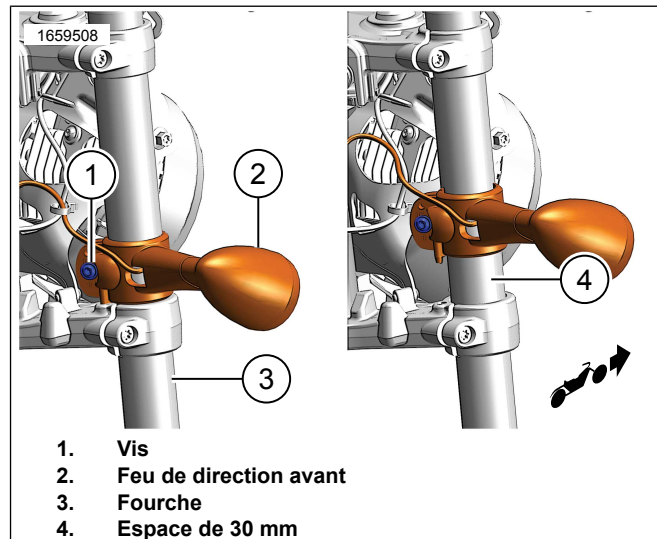

Figure 4. Déplacer les supports de feu de direction
1. Voir la figure 4. Desserrer la vis (1) sur le feu de virage avant (2).
2. Déplacer le feu de direction avant (2) d'environ 30 mm (4) vers le haut du tube de fourche (3).
3. Serrer la vis (1).